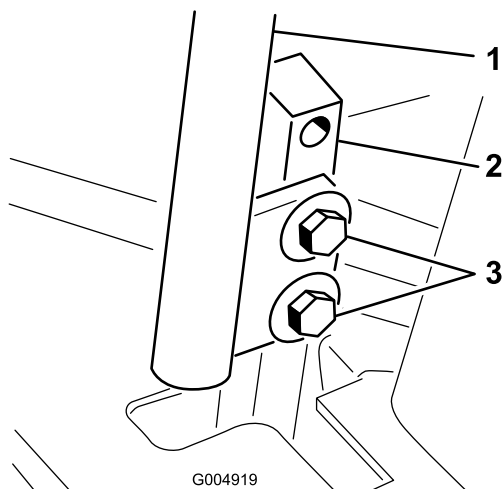

Рисунок 54
3. Ослабьте болты крепления рычагов управления (Рисунок 54).